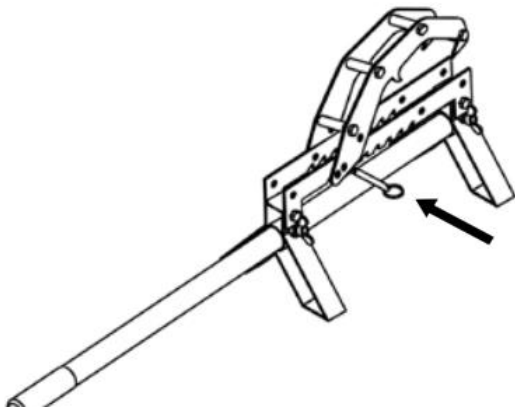

Abbildung 5
3. Zum Schluss (sofern nicht bei Montage unter Kapitel 1 bereits geschehen), montieren Sie den Endanschlag wie in Abbildung 5